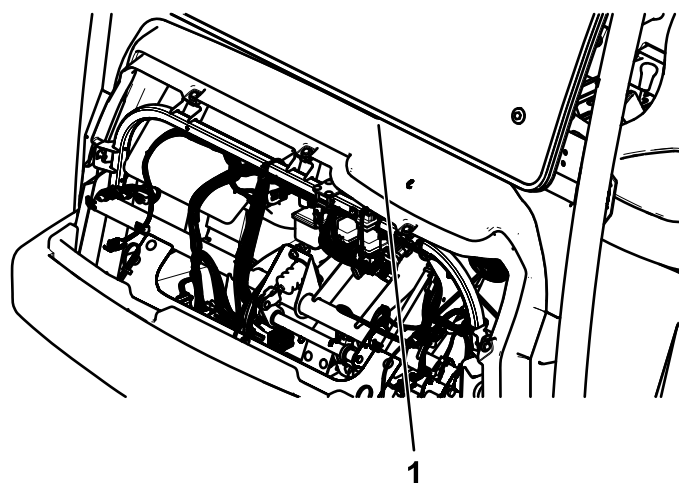

Рисунок 38
4. Устраните зазор между приборной панелью и кабиной, отрегулировав положение самонарезающего болта ( $\frac{1}{2} \times 4$  дюйма) так, чтобы упорная пластина была прижата вверх к приборной панели (Рисунок 38).